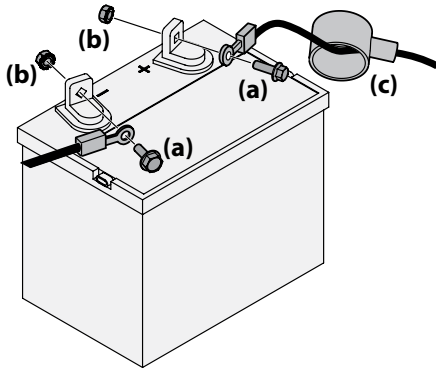

Figura 2-19
3. Retire la cubierta plástica, si está presente, del borne positivo de la batería y una el cable rojo al borne positivo de la batería (+) utilizando el perno (a) y la tuerca hexagonal (b). Vea la Figura 2-19.
4. Retire la cubierta plástica, si está presente, del borne negativo de la batería y una el cable negro al borne negativo de la batería (-) utilizando el perno (a) y la tuerca hexagonal (b). Vea la Figura 2-19.